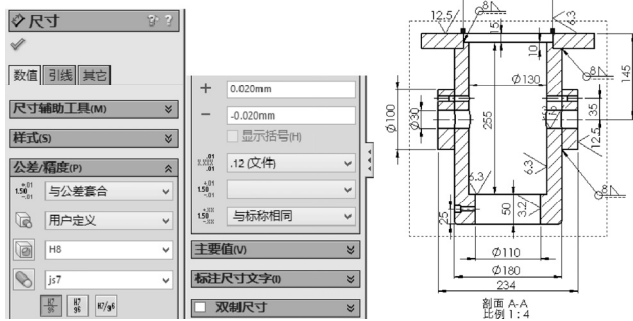

图 7-108 设置加工精度
STEP 11 选中剖视图顶部的尺寸标注, 在左侧显示的“尺寸”属性管理器中设置“公差/精度”为“与公差套和”, 再按图示设置参数, 效果如图 7-108 所示。